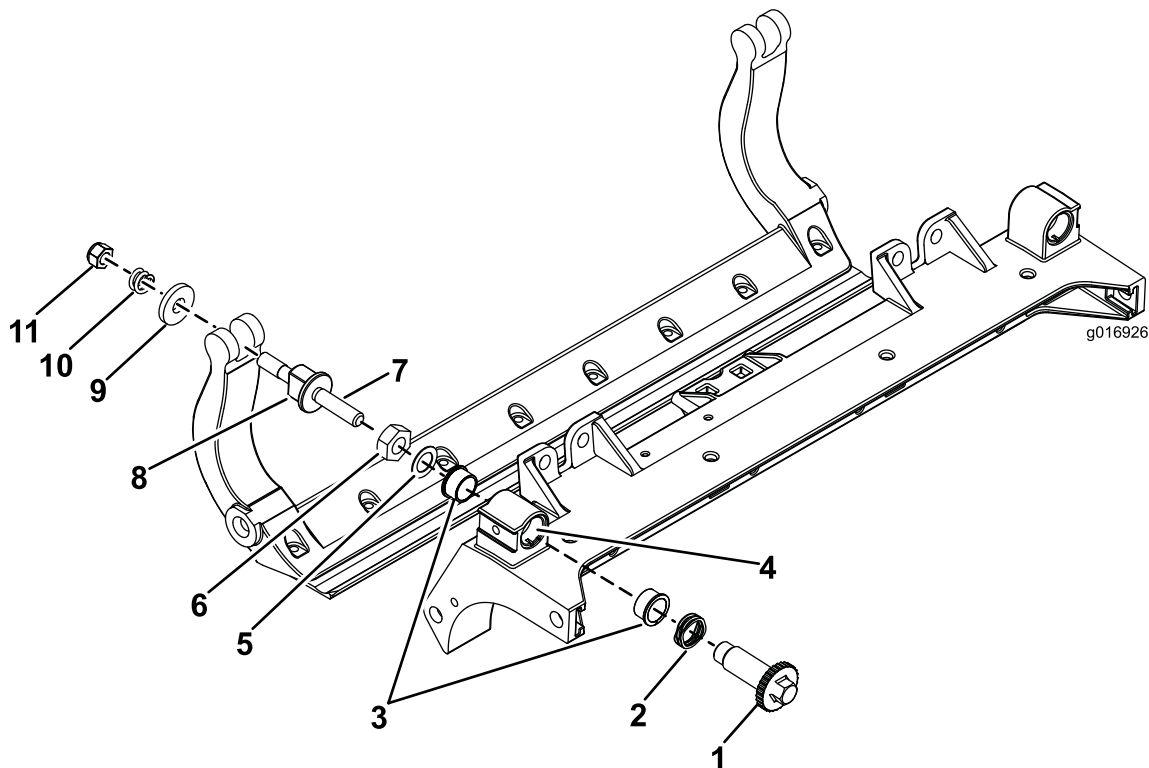

図 32
1. 全部のパーツを取り外すHD DPA キットモデル 120-7230の 取り付け要領書および 図 32を参照。
2. カuttingユニットのセンターフレームのブッシュ挿入場所にネバーシーズを塗布する 図 32。
3. フランジブッシュのキーとフレームのキー溝を揃えて、ブッシュを挿入する 図 32。
4. アジャスタシャフトにウェーブワッシャを通し、アジャスタシャフトをCuttingユニットのフレームのフランジブッシュに通す 図 32。
5. 平ワッシャとロックナットでアジャスタシャフトを固定する 図 32。ホイールナットを 20-27 N・m 15-20 ft-lb=0.17-0.23 kg・mにトルク締めする。
9. ベッドバーボルトとボルトについているナットとワッシャ6枚で、ベッドバーを各サイドプレートに固定する。ナイロンワッシャはサイドプレートの両側のボスに嵌め込む。その外側からスチール製ワッシャを取り付ける 図 32。ベッドバーボルトを 27-36 N・m (2.8-3.7 kg・m=240-320 in-lb)にトルク締めする。左右の遊